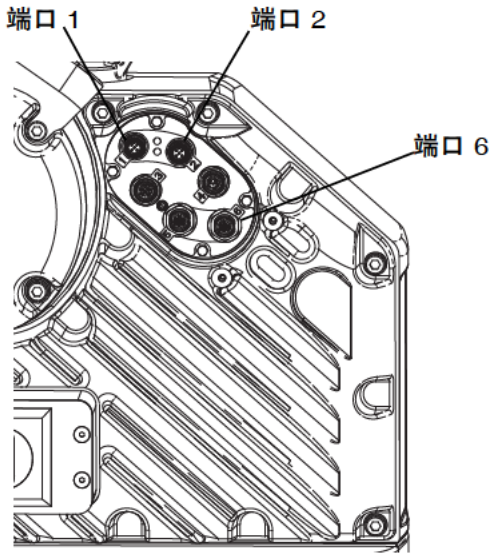

图 39: 驱动器端口位置
6. 使用配件包随附的四个 10-32 安装螺丝，将基座 (CD) 安装在钻出的孔中。
7. 使用步骤 5 中取下的两个螺丝 (CB) 将 CGM (CC) 重新连接到基座 (CD) 上。
8. 重新连接检视盖 (CA)。
9. 将配件包中的 CAN 电缆连接到驱动器上的端口 1 或端口 2 (连接至可用的端口)。参见图 39。